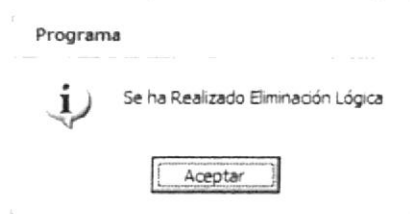

Figura 5.58 Mensaje de Eliminación de Formas por Perfil
5. Si se ha realizado la Eliminación aparecerá el mensaje (Ver figura 5.58)